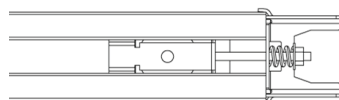

Figure 10
4. Serrez la vis dans la position correcte, comme indiqué à la Fig. 10, coupez le ruban en plastique, coupez le fil en plastique dans le pignon, puis le rail est terminé.